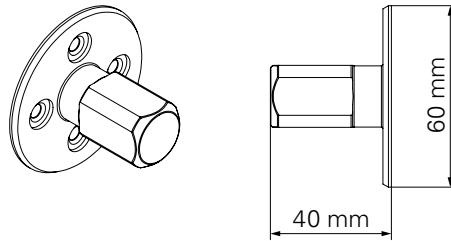

Fig. A2.05
- Anchor Positioning Stud M24 (Fig. A2.05)